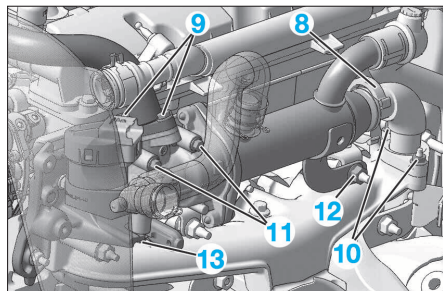
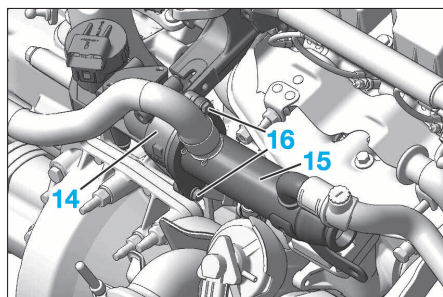

FIG. 34
FIG. 35
- Déposer l'écran thermique (7) (de bas en haut).
- Déposer (Fig.34) :
- le collier (8)
- les vis (9) et (11)
- les écrous (10) et (12).
- Desserrer la vis (13) de fixation inférieure de la vanne EGR.
- Écarter l'ensemble vanne EGR électrique (14) et échangeur thermique EGR (15) (Fig.35).
- les vis (16)